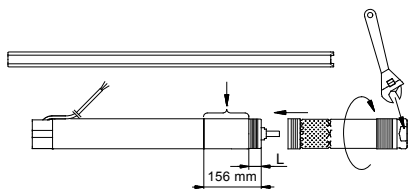

Fig. 6
1. Placer motoren horisontalt i en skruestik og spænd denne. Se fig. 6.
Der må bruges en skruenøgle på pumpedelens spændeflader. Se fig. 6.